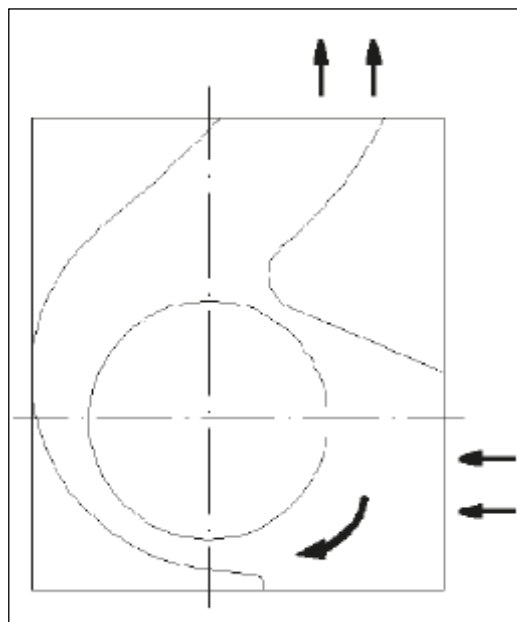

Рис. 1: Направление вращения вправо
- Проконтролировать: плавность вращения, **направление вращения/подачи воздуха визуальным контролем двигателя (см. также рис. 1, 2)**